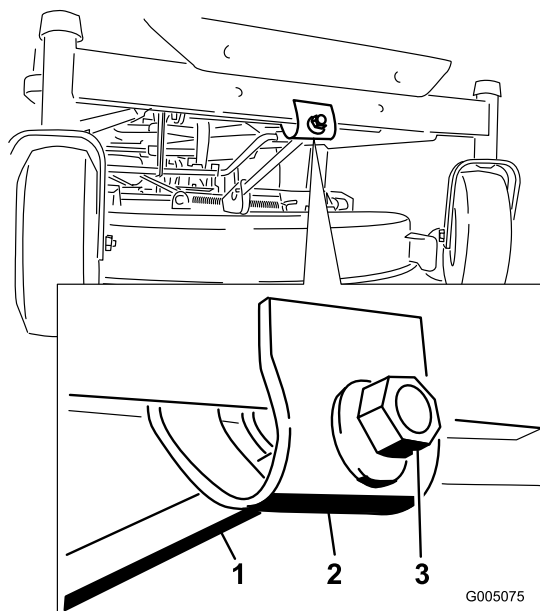

Figura 44
7. Para ajustar la inclinación longitudinal, gire la tuerca de ajuste de la parte delantera del cortacésped (Figura 44).